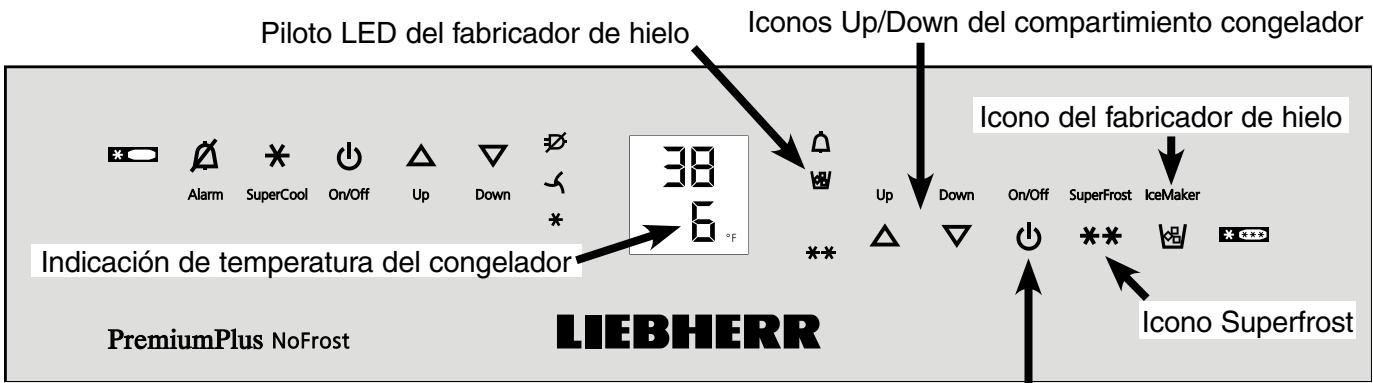

Figura 22
- Encienda el fabricador de hielo pulsando el icono de fabricador de hielo (**Figura 22**).
Pulse el ícono IceMaker para que se encienda el piloto LED del fabricador de hielo (**Figura 22**).